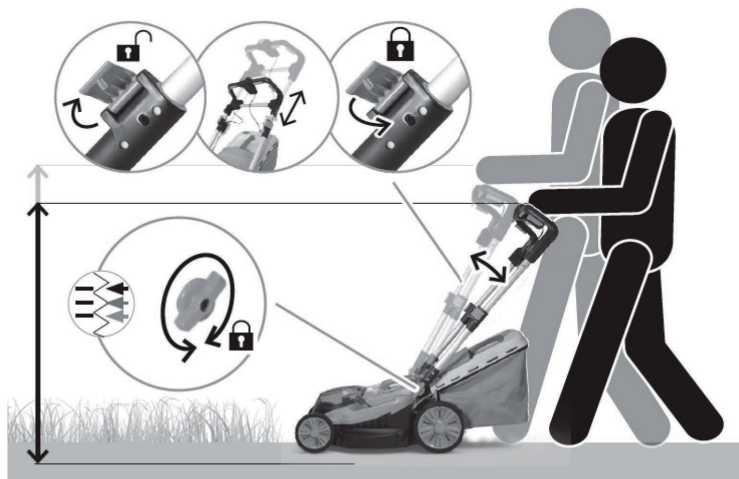

Рис. 9
- Зафиксируйте положение рукоятки, опустив язычки фиксаторов (рис. 9).